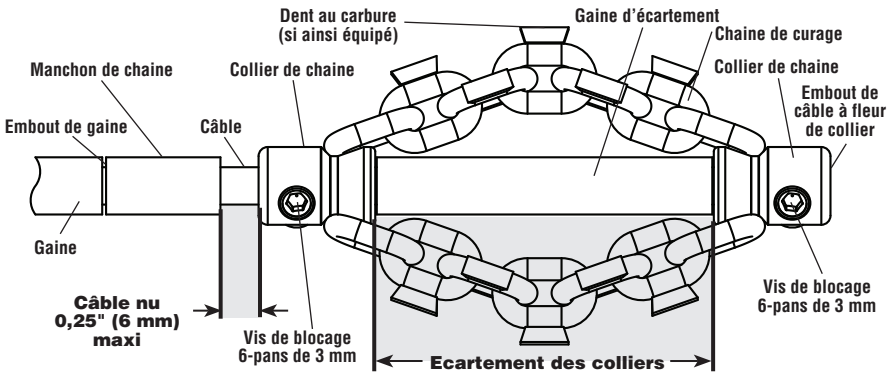

Figure 10 – Montage et réglage de la chaîne de curage
2. La Figure 10 est un schéma du montage et réglage d'une chaîne de curage. Deux points principaux sont à considérer lors du montage et réglage des chaînes de curage.
6. Faites un montage à blanc de la chaîne de curage, du manchon de chaîne et de la gaine d'écartement comme indiqué à la Figure 10. Les maillons de chaîne doivent être droits et sans replis. Afin d'éviter l'usure prématurée de l'embout du câble, celui-ci devrait arriver à fleur du collier.
7. Une fois la chaîne de curage correctement installée sur le câble comme indiqué à la Figure 10, serrez les vis de blocage des colliers à l'aide de la clé Allen fournie. Amenez la pointe de la vis de blocage contre le câble, puis serrez-la de 1/8 à 1/4 de tour (45° à 90°) de plus. Des vis de blocage mal serrées risquent de permettre le glissement de la chaîne de curage et endommager le câble ou perdre la chaîne dans la conduite.